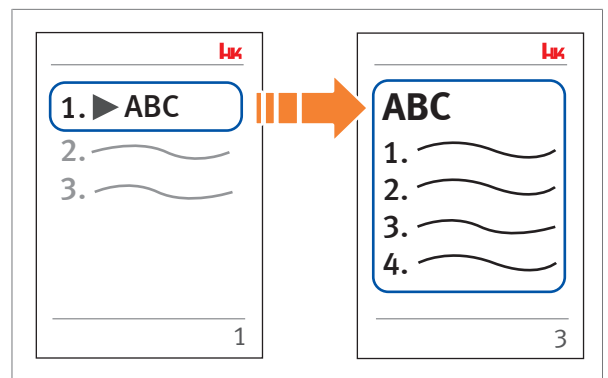

Abb. 2: Beispiel für einen Querverweis zwischen Kapiteln
- Querverweise zwischen einzelnen Kapiteln sind mit dem Symbol ► gekennzeichnet (*Abb. 2*).